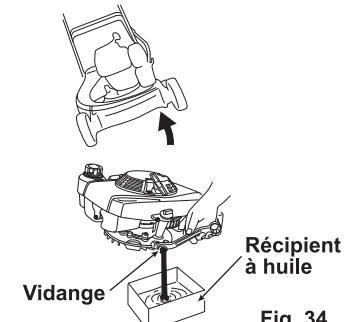

Fig. 34
- Vidangez l'huile moteur en la faisant couler par l'orifice de vidange. (Voir Fig. 34)